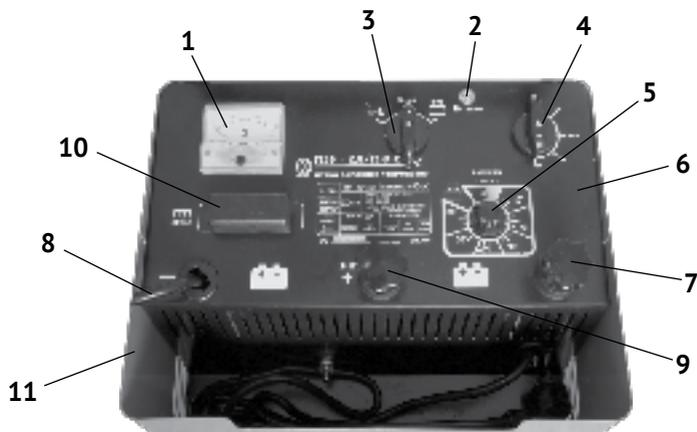

рис.1
1.6 Панель управления ПЗУ представлена на рис.1
1.7 Пуско-зарядное устройство состоит из электрических элементов, преобразующих переменный ток в постоянный и управляющих процессами зарядки и пуска АБ. Все элементы устройства расположены в металлическом корпусе (рис.1 поз.11). Элементы управления выведены на панель (рис.1 поз.6) в верхней части ПЗУ. В верхней части корпуса прикреплена ручка для удобства перемещения прибора.
К панели управления фиксаторами крепятся: кабель питания с вилкой и соединительный провод с зажимом «крокодил» чёрный - «-» (рис.1 поз.8). На панель управления (рис.1 поз.6) выведены клеммы 12 В (рис.1 поз.7) и 24 В (рис.1 поз.9), к которым гайкой-барашком крепится провод с зажимом «крокодил» (красный - «+») по ГОСТ Р МЭК 60335-2-29-2004.
1.8 Амперметр (рис.1 поз.1) на передней панели показывает силу тока во время процесса зарядки. Индикатор сети (рис.1 поз.2) загорается при подключении кабеля питания к розетке. Переключатель (рис.1 поз.3) имеет три положения: «выкл.», «зарядка» и «пуск». Регулятор тока зарядки (рис.1 поз.4) ПЗУ имеет 5 положений: «0» – выключен и «1-4» режимы зарядного тока (контролируется амперметром). Таймер (рис.1 поз.5) выставляет время зарядки АБ от 0 до 60
мин. В левой части панели управления под пластиковой крышкой (рис.1 поз.10), между двумя контактами, установлены плавкие предохранители 80А. В целях безопасности они закрыты пластиковой крышкой.
- установить (сняв крышку рис.1 поз.10) предохранители, если они не установлены;
- при отключённой вилке сетевого кабеля установите переключатель (рис.1 поз.3) в положение «зарядка» (Питание);
В начале зарядки переключателем (рис.1 поз.3) установите режим «зарядки».
Регулятором зарядного тока (рис.1 поз.4) установите один из 4-х режимов тока зарядки. Величина тока зарядки составляет приблизительно 0,1 ёмкости АБ. Если заряжаемая батарея имеет ёмкость 200 Ач, то ток зарядки составит 20А.
4.2 Амперметр (рис.1 поз.1) показывает величину зарядного тока. В процессе зарядки величина тока будет постепенно снижаться в зависимости от ёмкости и остаточной заряженности АБ. При закипании электролита в батарее, отключите ПЗУ выключателем (рис.1 поз.3), во избежание окисления пластин аккумулятора. Выждав некоторое время, вновь включите ПЗУ. Цикл зарядки повторится. Чем выше степень заряженности АБ, тем короче будут периоды заряда и длиннее периоды отключения.
Перед началом работы в режиме «пуск» рекомендуется в течение нескольких минут провести зарядку АБ выставив регулятором (рис.1 поз.4) максимальный зарядный ток для повышения уровня заряженности АБ. Это увеличит пусковой ток аккумулятора, а, следовательно, и пусковой ток при пуске. Ведь пусковой ток равен сумме токов от АБ и ПЗУ.
5.1 При отключённой вилке сетевого кабеля, установите переключатель (рис.1 поз.3) в положение «пуск». Присоедините, соблюдая полярность, соединительные провода ПЗУ зажимами «крокодил» к клеммам аккумуляторной батареи.
5.3 Ключом зажигания включите стартер. Если двигатель не запускается в течение 3 секунд, выключите ПЗУ выключателем (рис.1 поз.3). Через 1,5-2,0 минуты произведите повторный запуск.
- выключить ПЗУ выключателем (рис.1 поз.3);